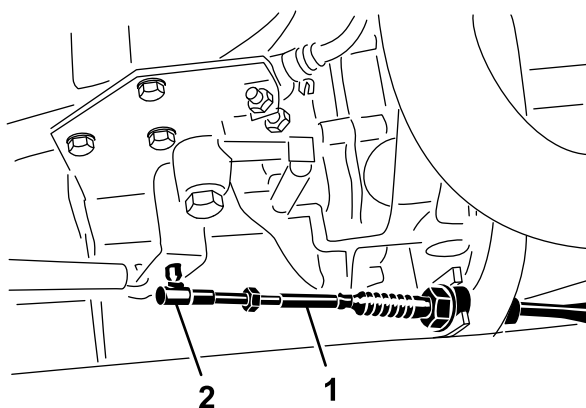
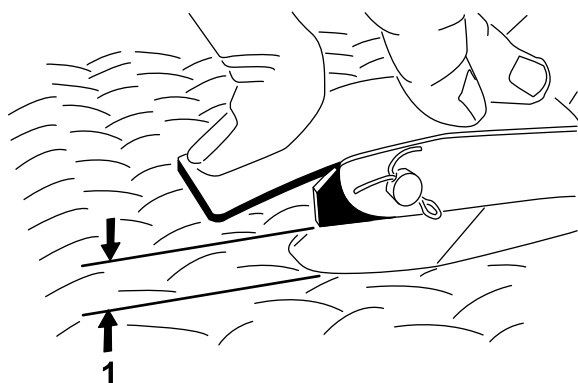

Bild 71
Bild 72
2. Stellen Sie das Kugelgelenk am Gaszug (Bild 71) so ein, dass Sie einen Abstand von 2,54 bis 6,35 mm zwischen dem Gaspedalarm und der Oberseite des Bodenplattensternmusters (Bild 72) erhalten, wenn Sie eine Kraft von 11,3 kg auf die Pedalmitte aufbringen. Ziehen Sie die Sicherungsmutter fest.